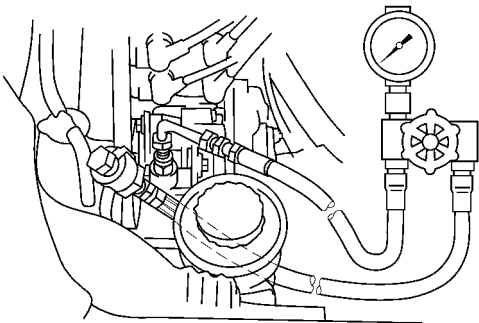

图 16-48 将阀侧连接到压力管路侧
2) 将压力表的表盘侧连接到 PS 泵侧，而将阀侧连接到压力管路侧，如图 16-48 所示。然后起动发动机，并将转向盘从一个锁住侧转到另一个锁住侧 2 至 3 次，放出系统中的空气，检查液面的高度是否正确。